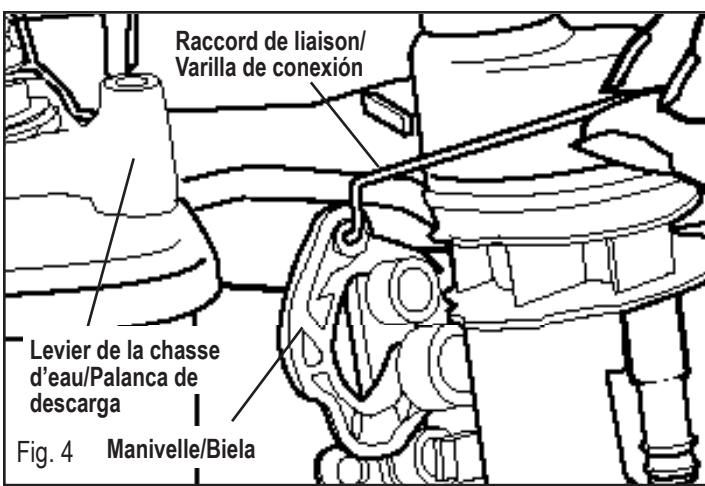

Fig. 4 Manivelle/Biel'a
9. Remove Link from crank arm of Water Module (Fig. 4).
9. Retirez le raccord de liaison de la manivelle du module d'eau (Fig. 4).
9. Retire la varilla de conexión de la biela del módulo de agua (fig. 4).